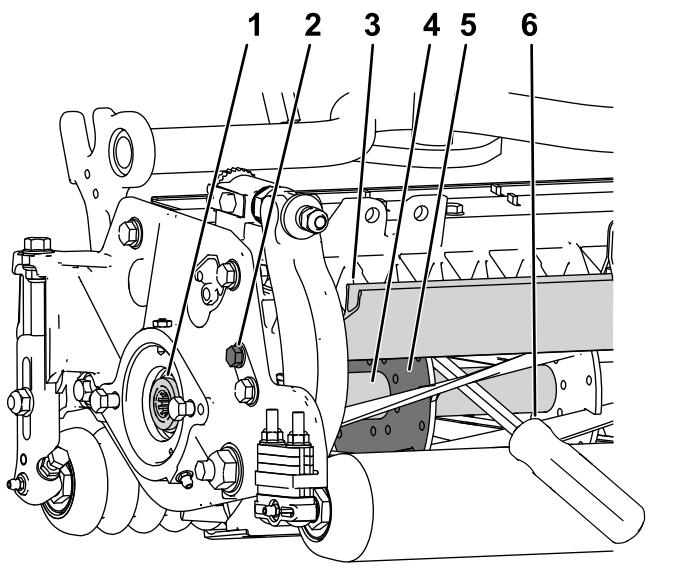

Bild 28
1. Lösen Sie die Schraube des Schutzblechs auf der linken Seite des Mähwerks und heben Sie das Heckschutzblech an (Bild 28).
2. Stecken Sie ein langes Hebeleisen (empfohlen 10 mm x 300 mm mit Schraubendrehergriff) durch die Rückseite der Spindel, nahe an der Seite des Mähwerks, die Sie anziehen werden (Bild 28).
3. Setzen Sie das Hebeleisen gegen die Schweißseite der Spindelhalterung (Bild 28).